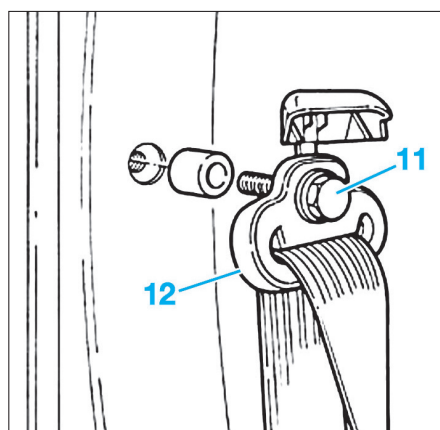

FIG. 57
- Déposer la vis (11) et déposer la ceinture (12) (Fig.57).